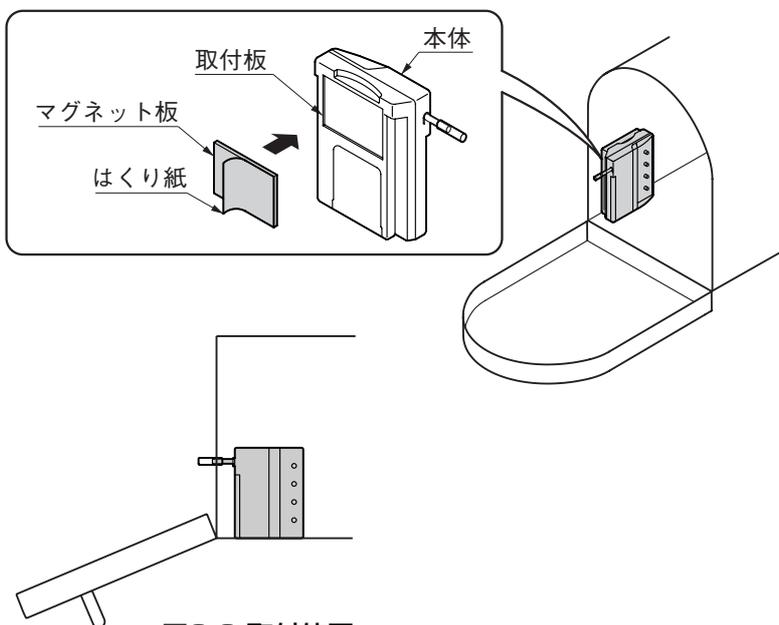

図2-2 取付位置
- ① マグネット板のはくり紙をはがして、取付板がついている本体にマグネット面を磁力で取付けてください。
- ② 図2-2を参照して、取出口から見て左側のポスト内部に取付けてください。